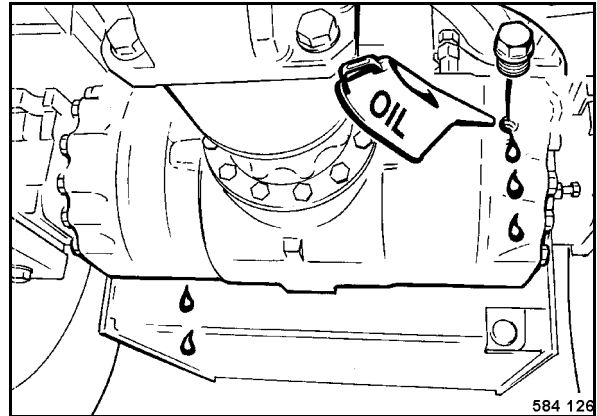

Fig. 129
- Desenroscar el tapón de control (Fig. 129) y comprobar el nivel de aceite.